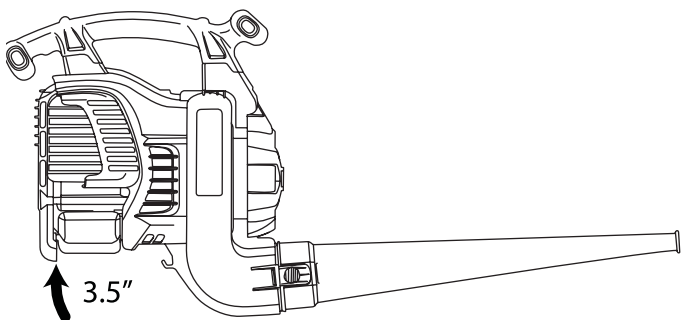

Fig. 22
2. Coloque el motor en una superficie a nivel (Fig. 22).